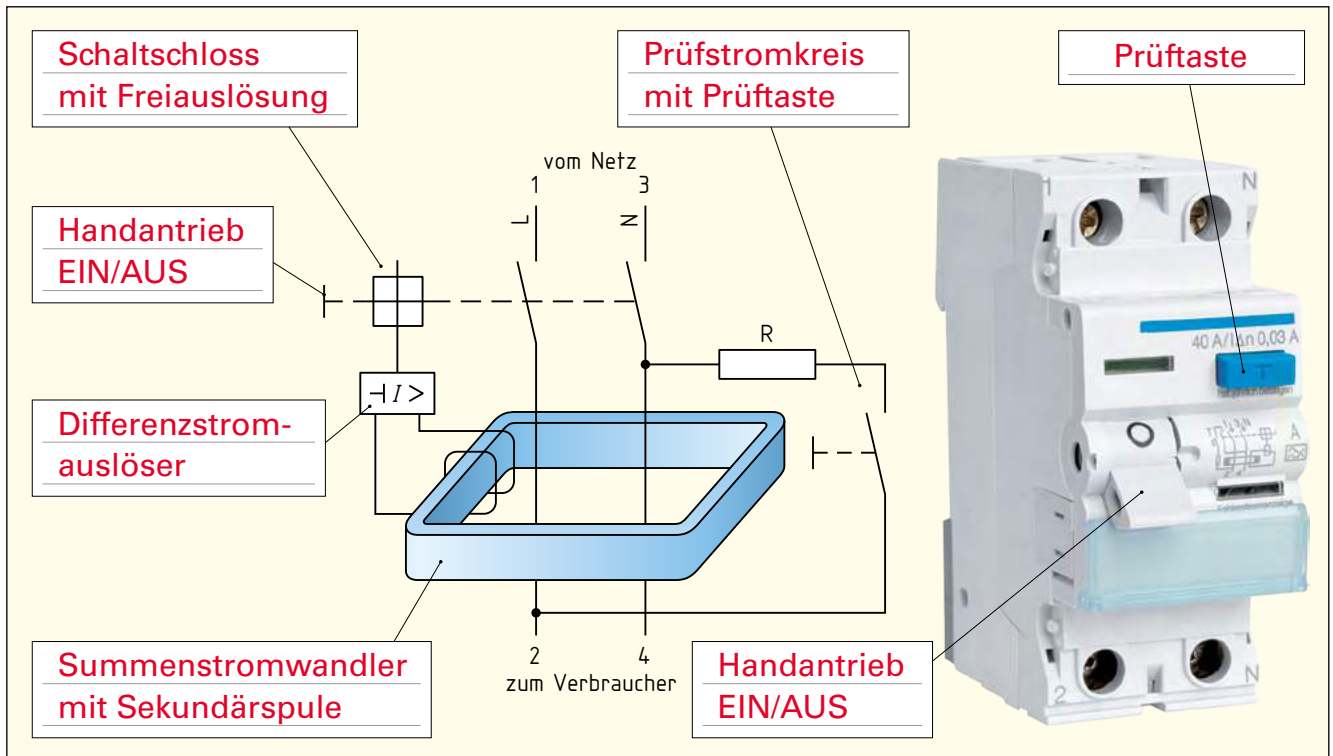

Bild 1: Fehlerstrom-Schutzeinrichtung (RCD), 2-polig
1. Benennen Sie die Bestandteile der RCD im **Bild 1**.